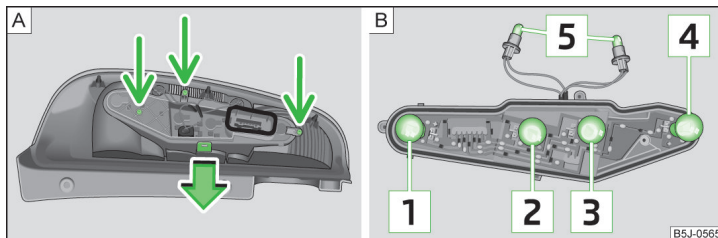

Fig. 170 Smontaggio dei gruppi ottici / Disposizione delle lampadine
Disposizione delle lampadine nelle luci di retromarcia » fig. 170
- Per raggiungere le lampadine, svitare il gruppo ottico e premere il coperchio » fig. 170 - **A**.
- Estrarre la lampadina difettosa **1**, **2**, **3** oppure **4** » fig. 170 dal portalam-pada e quindi inserire una nuova lampadina.